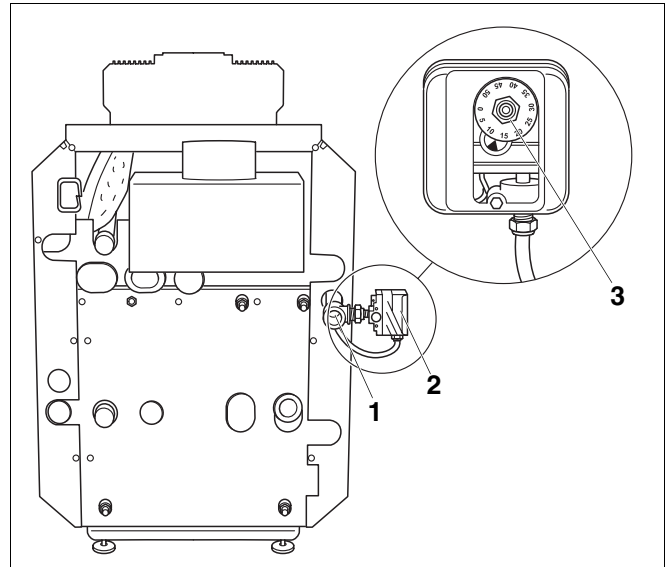

Abb. 56 Gasdruckwächter installieren
- Gasdruckwächter (Abb. 56, **Pos. 2**) unmittelbar am Gasanschluss (Abb. 56, **Pos. 1** und Abb. 28, Seite 30) des Heizkessels mit der Einstellscheibe (Abb. 56, **Pos. 3**) nach oben oder nach außen in der Gasleitung eindichten (Reduziernippel verwenden).